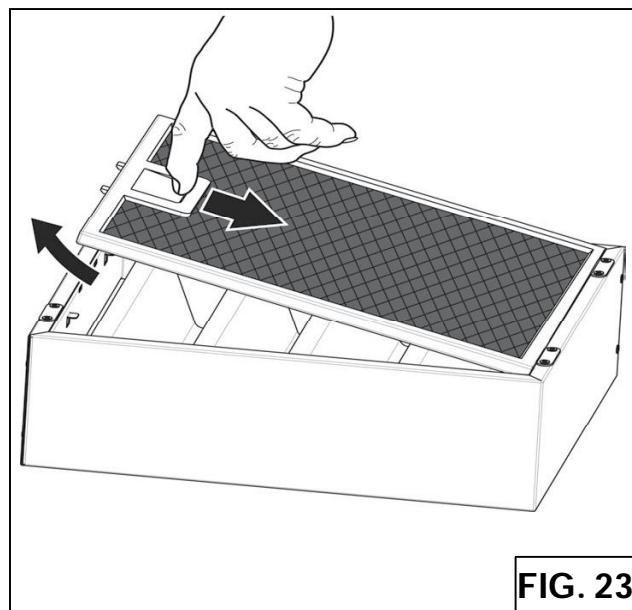

FIG. 22
3. Tirez sur la poignée (Fig.22) pour dégager le filtre à graisse. Déroulez le filtre à ondes en utilisant les poignées latérales (Fig.22) et voir la page 23 pour les instructions de nettoyage.
2. Retirez le filtre à ondes (Fig.22) à l'aide des manipulations latérales et activer le filtre de charbon de bois comme le montre la figure 23.